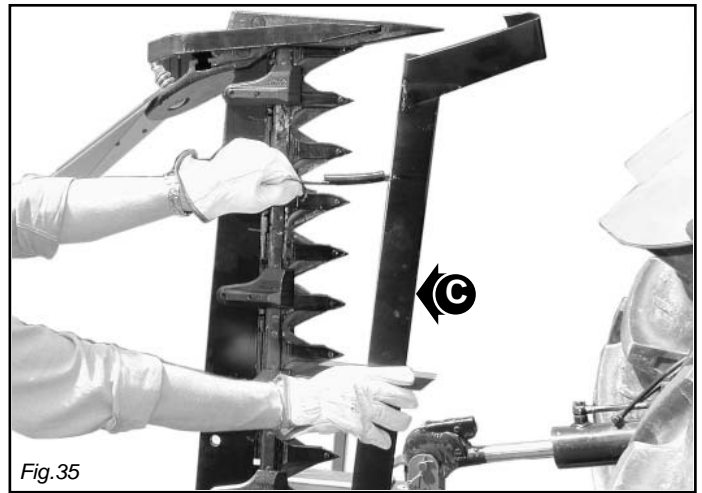

Fig.35
- Colocar las protecciones de las hojas de las cuchillas y de la galga externa (C, Fig. 35).